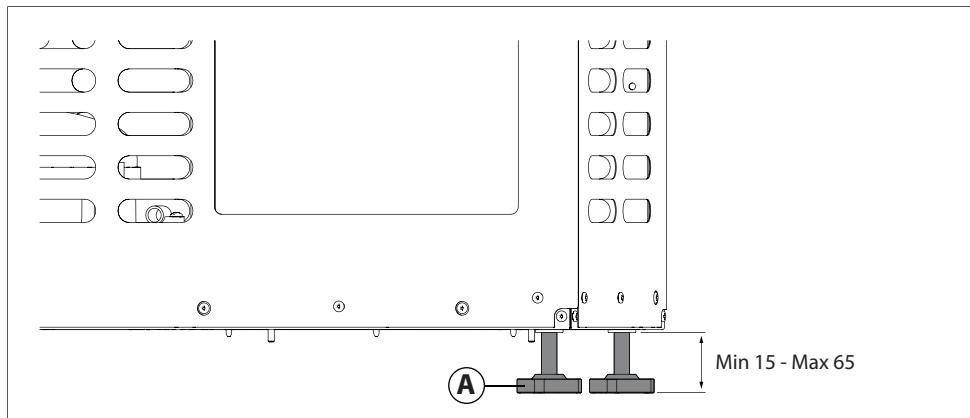

Fig.2
- Regolare l'altezza dei piedini **A** (Fig.2) (Min 15 mm - Max 65mm). Si consiglia di regolare i piedini il più distante possibile dal pavimento.
- Regolare l'altezza del refrigeratore secondo le proprie esigenze rimuovendo le viti **B** (Fig.3), alzando o abbassando l'apparecchio e riposizionando le viti, precedentemente tolte, per il fissaggio definitivo. Posizionare il refrigeratore **C** nel mobile (Fig.4) assicurandosi che sia in piano agendo sui piedini **A** (Fig.2) regolabili nella parte inferiore.
- Stellen Sie die Höhe der Füße **A** (Abb.2) ein (Min. 15 mm - Max. 65 mm). Wir empfehlen, die Füße so weit wie möglich vom Boden entfernt einzustellen.
- Passen Sie die Höhe des Küchenschanks an Ihre Bedürfnisse an, indem Sie die Schrauben **B** (Abb.3) entfernen, das Gerät anheben oder absenken und die zuvor entfernten Schrauben zur endgültigen Befestigung wieder anbringen. Stellen Sie den Küchenschrank **C** in den Schrank (Abb.4) und achten Sie darauf, dass er waagerecht steht, indem Sie auf die verstellbaren Füße **A** (Abb.2) an der Unterseite einwirken.